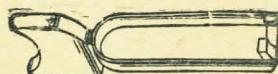

Рис. 66. Спуск со спусковой тягой
**Спуск** (рис. 66) составляет одно целое со спусковой тягой. Он служит для отвода нижней части шептала назад при нажиме пальцем на спуск и для поднимания разобщителя вверх, когда тяга находится в переднем положении. Спуск помещается в рукоятке рамки и огражден спусковой скобой. На заднюю стенку тяги надавливает спусковая пружина, удерживающая спуск в пе-